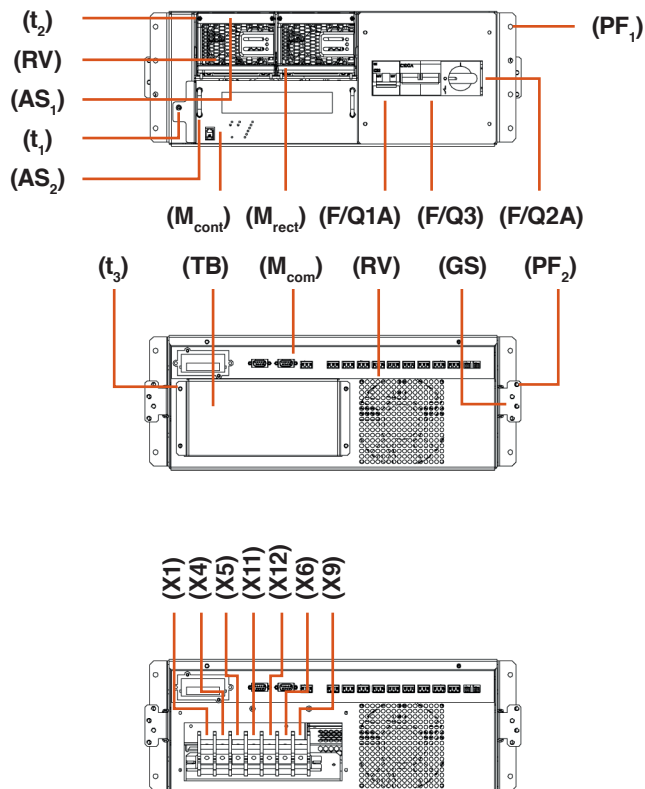

Fig. 2. Vista subrack de 19" e 4 U de altura.
A estrutura básica e mínima do sistema DC Power-S será a versão em subrack (Ver Fig. 2) e será composta por:
- Em subrack de 19". Com uma altura de 4 U e concebido para instalação no interior de um armário com as guias de fixação (Ver Fig. 2).